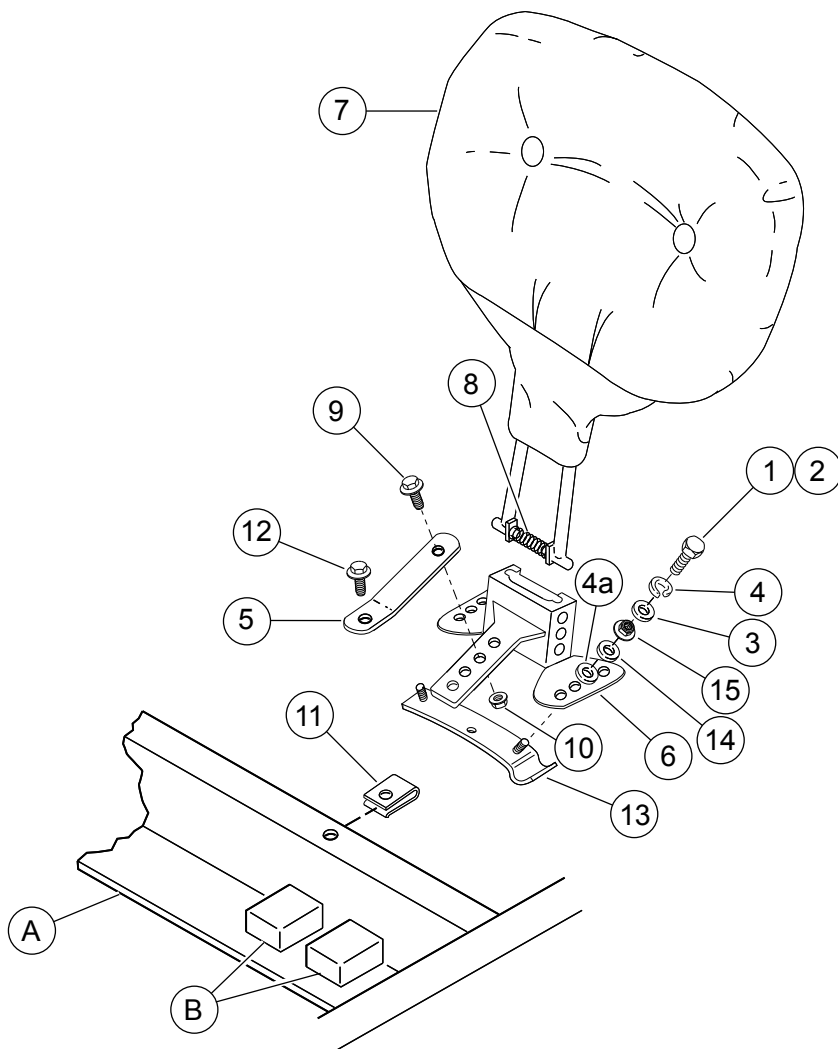

Figura 3. Peças de reposição: kits de encosto do motociclista
Veja Figura 3 e Tabela 1.
5. **Modelos ano 1998 e anteriores:** Veja Figura 3. Pegue dois parafusos 5/16-24 x 7/8 pol. (2) (ou 5/16-18 x 7/8 pol. em alguns modelos anos 1994 e posteriores). Adicione uma arruela lisa (3) e uma arruela de pressão (4) a cada parafuso. **Modelos ano 1999:** Continue com o passo 6. Estes modelos não usarão o item 2, 3 ou 4.
6. Posicione o suporte de montagem do encosto (6), com a lingüeta na direção da frente do veículo, sobre os furos na placa de montagem do corrimão.
8. **Modelos ano 1996 e anteriores:** Veja Figura 3. Remova o parafuso, a porca e a arruela de pressão originais que fixam o pára-lama traseiro no membro do quadro. Use essas ferragens para fixar o suporte de montagem do encosto (5) no membro do quadro. **Modelos ano 1997 a 2008:** Veja Figura 3. Deslize a porca rápida (11) sobre o furo central do travessão central do quadro atrás da bateria. Fixe o suporte (5) no travessão central do quadro instalando o parafuso 1/4-20 x 1/2 pol. (12) através do furo do suporte (5) e aparafusando-o na porca rápida (11). Aperte o parafuso com firmeza.
9. Dobre o suporte do encosto (5) para cima para unir-se com a lingüeta no suporte de montagem do encosto. *Em alguns casos, será necessário dobrar o suporte do encosto para acomodar o encosto.* Fixe o suporte no suporte de montagem do encosto com o parafuso flangeado (9) e a porca flangeada (10) através do furo no suporte que se alinha com o furo no suporte de montagem do encosto. Aperte com firmeza.
11. Veja Figura 3. Mantenha o espaço entre os assentos do motociclista e do passageiro aberto. No encosto do motociclista, comprima as hastes do encosto e a mola. Insira as hastes no suporte de montagem do encosto.